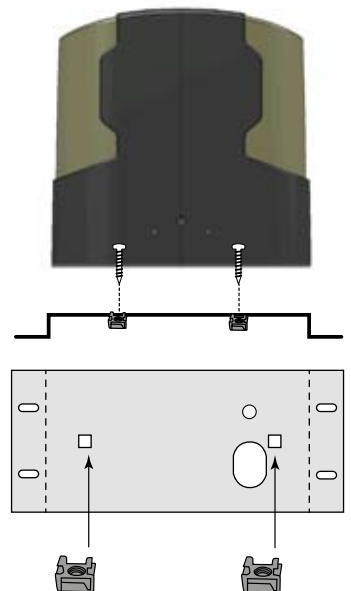

Figure 1
- Ⓐ - Installer les 2 écrous cache sur la platine. **(Figure 1)**
Les crémaillères fournies, en matériau thermo-plastique avec insert acier, sont adaptées pour des portails d'un poids maximal de 500Kg. Elles se montent aisément sur le portail, par simple vissage. Nous vous fournissons des vis autoforeuses. Si votre portail, par sa construction, n'autorise pas le montage direct des crémaillères, vous devrez y créer une nouvelle base d'appui. (Figure 1)